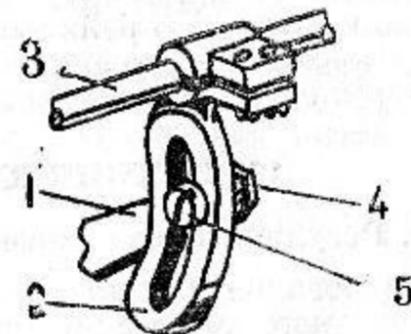

Рис. 9.
11.2. Регулирование длины стежка (рис. 9)